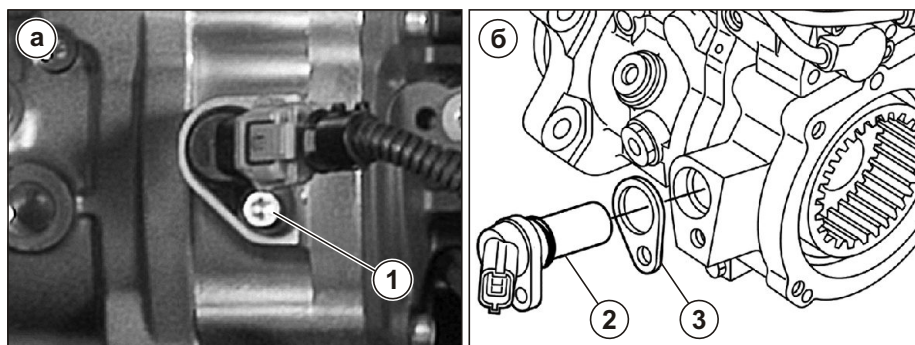

Рис. 92. Снятие датчика фазы насоса топливного.
1. Отвернуть болты (1).
2. Спрессовать насос топливоподкачивающий (2) при помощи пластикового молотка (3).
3. Убрать насос топливоподкачивающий (2).
5. Отвернуть болт (1) (см. Рис. 92а).
6. Снять датчик фазы (2) (см. Рис. 92б).
7. Снять прокладку датчика фазы (3).